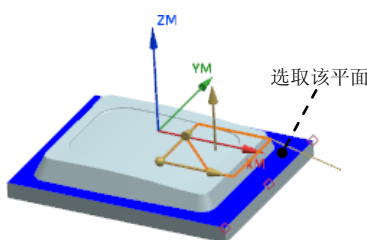

图 6.25 定义参照面
Step2. 然后激活 **范围 1 的顶部** 区域的 **选择对象 (1)**, 在图形区选取图 6.25 所示的面, 然后在 **ZC** 文本框中输入 12, 然后在 **范围定义** 区域 **范围深度** 文本框输入值 2, 在 **每刀的深度** 文本框输入值 0.1。